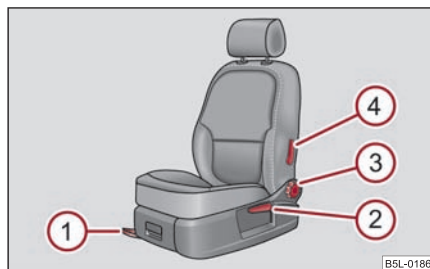

Fig. 75 Elemente de comandă pe scaun
- Se trage maneta ① ⇒ fig. 75 în sus și se deplasează scaunul în poziția dorită.
- Se eliberează maneta ① și se deplasează scaunul mai departe, până când se blochează.
- Depărtați spatele de pe spătar și rotiți roțița ③ ⇒ pagina 74, fig. 75, pentru a regla spătarul scaunului.